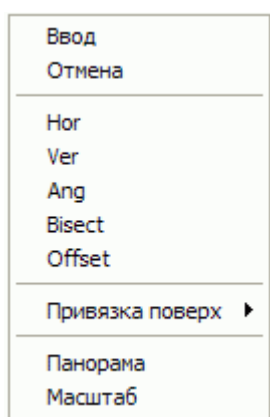

Рис. 4.3. Контекстное меню
3. Для окончания работы необходимо нажать клавишу <Enter> или правую кнопку мыши. Пять опций, которые доступны в начале работы команды **XLINE (ПРЯМАЯ)**, позволяют рисовать прямые, расположенные специальным образом: горизонтальные (**Hor (Гор)**); вертикальные (**Ver (Вер)**); под определенным углом (**Ang (Угол)**); образующие биссектрису некоторого угла, для которого нужно указать вершину и стороны (**Bisect (Биссект)**); параллельные к другому линейному объекту, т.е. отрезку, лучу или прямой (**Offset (Смещение)**). Каждая из перечисленных опций вводится с помощью тех букв, которые в наименовании опции выделены в верхнем регистре или с помощью контекстного меню (рис. 4.3). На рисунке 4.4 приведен пример построения трех связанных изображений предмета с использованием вспомогательных прямых.